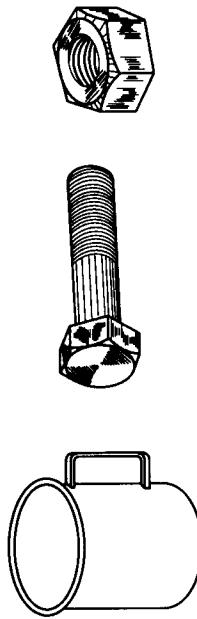

图1—8
1. 如图1—7所示是什么物品？
2. 如图1—8所示都是什么零件？
1. 按图1—7所示物体，徒手练习画出同样的图形。
2. 按图1—8所示零件，徒手练习画出大于该零件的图形。